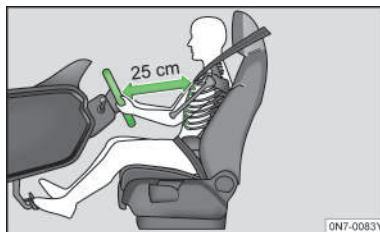

图 109
- 调整好驾驶员座椅或方向盘，使方向盘与胸部之间的距离至少为25cm» 图109。如果没有保持上述最小距离，则安全气囊系统无法对您进行保护，会有生命危险！